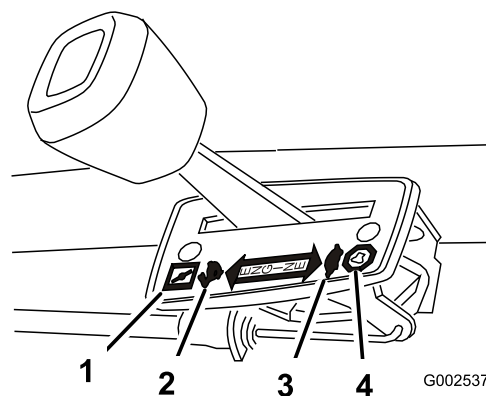

Figura 9
Le impostazioni dell'acceleratore sono riportate nella Figura 9.
3. Portate la leva dell'acceleratore in posizione Starter (Figura 9).